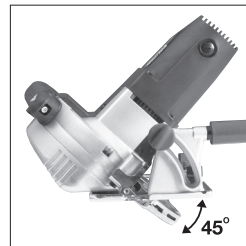

Fig. 9
- Incline la hoja al ángulo deseado (Fig. 9)